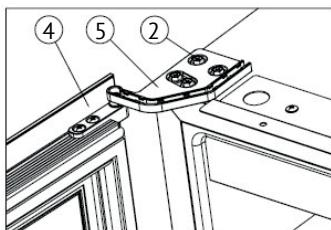

Bild 6
☞ Drehen Sie die Tür (4) um 180 Grad und setzen Sie das rechte untere Scharnier (5) ein, ziehen Sie die M5*16-Schrauben (2) fest (Bild 6).